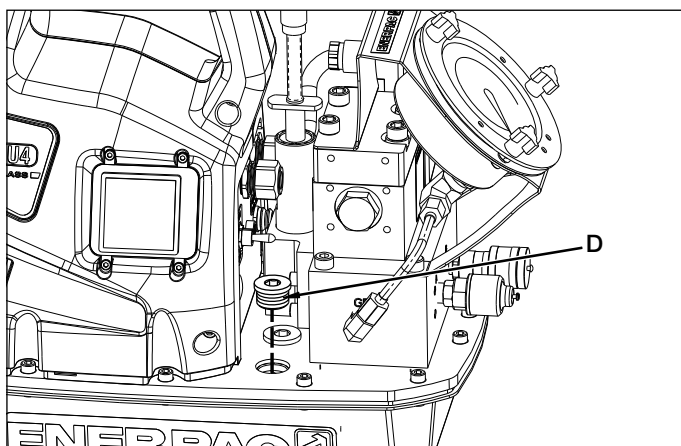
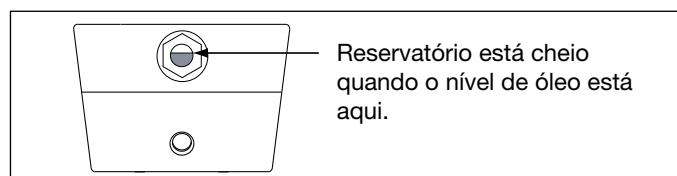

Figura 3, Bujão de Abastecimento de Óleo
Figura 5, Visor de Vidro
4.2 Montagem da Bomba (Ver Figura 3)
Veja na Figura 3 as dimensões de montagem para fixação da bomba em superfície firme.
Verifique o nível de óleo da bomba antes de acionar a bomba, se necessário adicione óleo, removendo o bujão SAE #10 da tampa do reservatório (ver Figura 3). O reservatório está cheio quando o nível de óleo está conforme mostrado na Figura 5.
2. Bombas tipo (-Q) para Torquímetro Enerpac S e W e outras marcas. Use as mangueiras com as marcas “Enerpac THQ-700 series - 700 bar/10.000 psi max.” Os engates devem ser polarizados, conforme Figura 5 para garantir a operação correta do torquímetro. Garanta que as conexões estão totalmente engatadas e apertadas, antes da operação. Acoplamento parcial das conexões não vai permitir a operação correta do torquímetro.
6. Encha o reservatório com óleo hidráulico Enerpac limpo. O reservatório está cheio quando o nível de óleo está conforme mostrado na Figura 5.